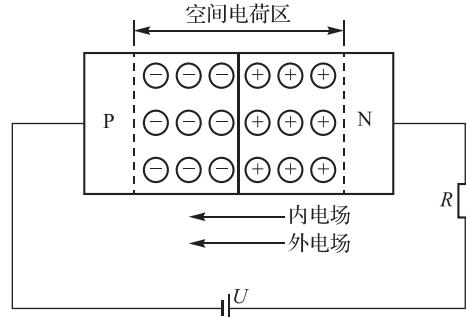

图1-8 外加反向电压
(2)反向特性。反向特性是PN结外加反向电压,即电源正极接N,电源负极接P时的特性,如图1-8所示。PN结外加反向电压也称为反向偏置,这时外电场与内电场方向一致,空间电荷区加宽,多数载流子的扩散难以进行,扩散电流大大减小;但空间电荷区加宽有利于少数载流子的漂移,少数载流子形成的漂移电流与扩散电流方向相反,因此漂移电流又称为反向电流。反向电流是少数载流子形成的,少数载流子的浓度很低,所以反向电流很小;温度一定时,反向电流基本不随反向电压变化。